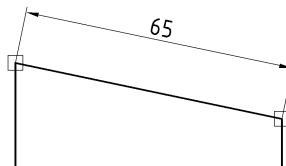

Рис. 44. Пример простановки *параллельного размера*
5. Выставить размерную линию и щелкнуть ЛКМ (рис.44).